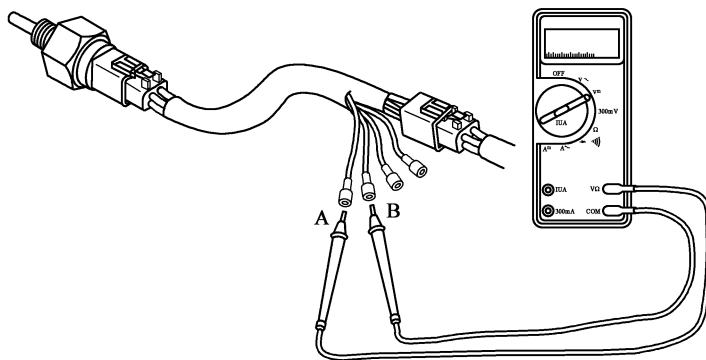
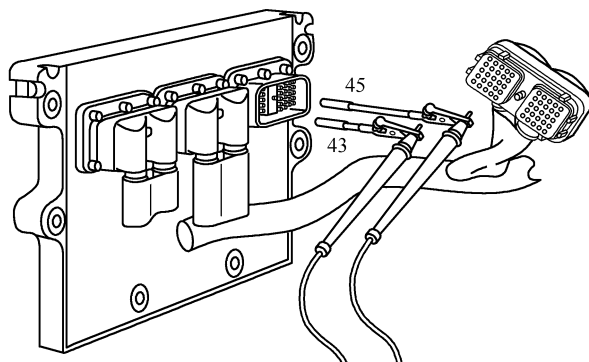

图 3-30 测量触针 A 与 B 之间的电压
图 3-31 测量触针 45 与 43 之间的电压
② 测量抽头电缆触针 A(红)与触针 B(黑)之间的电压(图 3-30)，应在 4.75 ~ 5.25V。
① 从 ECM 上断开传感器线束插头，打开钥匙开关。
② 测量 ECM 传感器端口触针 45 与 43 之间的电压(图 3-31)，应为 4.75 ~ 5.25V。若不合格，更换 ECM。